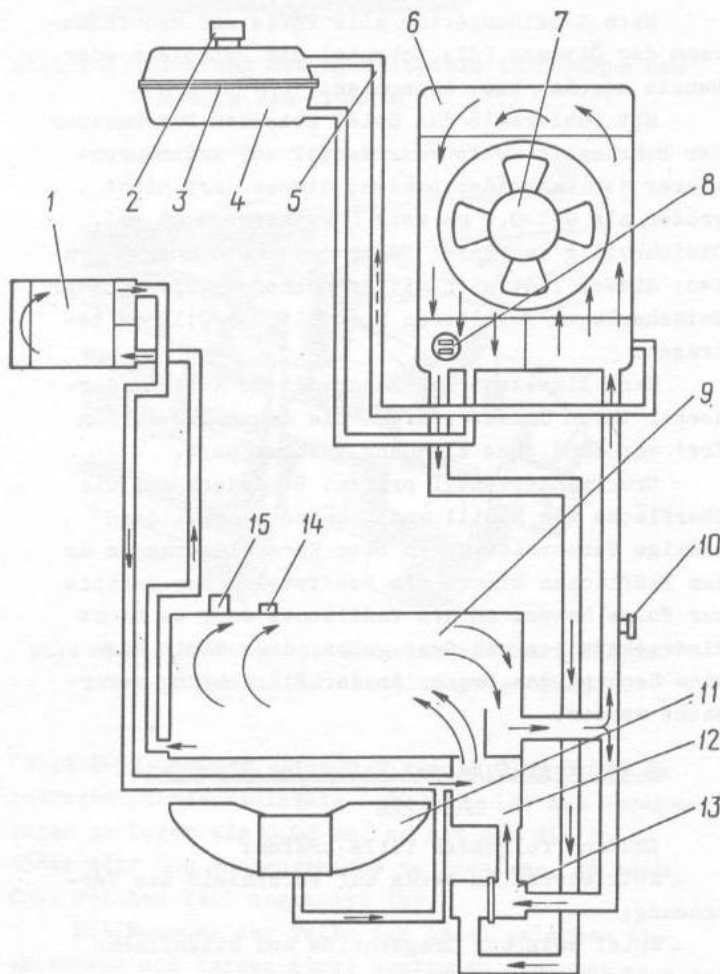

Bild 2-96. Prinzipschema der Kühleinrichtung von Kraftwagen A3JK-2141:
Die Prinzipschemata der Kühleinrichtungen von Kraftwagen A3JK-2141 und A3JK-21412 sind in Bild 2-96 und 2-97 gezeigt.
In der ganz gefüllten Kühleinrichtung soll der Flüssigkeitsstand im Ausdehnungsgefäß am kalten Motor 5-10 mm über Verbindungsfuge 3 (Bild 2-96 und 2-97) der oberen und unteren Gefäßhälften sein.
- Verschluß 2 (Bild 2-96 oder 2-97) des Ausdehnungsgefäßes lösen und ein Gefäß zum Sammeln der Flüssigkeit unter den Motor setzen;
- an Motor VAZ-2106-70 die an Zylinderblock gelegene Ablassschraube 14 (siehe Bild 2-96) losdrehen;
- Kühleinrichtung durch den Einfülltrichter des Ausdehnungsgefäßes 4 (siehe Bild 2-96 und 2-97) so mit reinem Wasser füllen, daß der Spiegel um 5-10 mm höher als die Verbindungsfuge 3 ist. Danach den Verschluß 2 eindrehen.
Anmerkung. Beim Füllen der Kühleinrichtung des Motors VAZ-2106-70 mit Flüssigkeit ist die Luftauslaßschraube 10 (Bild 2-96) aus dem Plaststutzen auszuschrauben, der am Strang für Zuleitung der Flüssigkeit aus dem Motor in den Kühler liegt. Nach dem Einfüllen die Auslaßschraube wieder an ihrem Platz einschrauben;